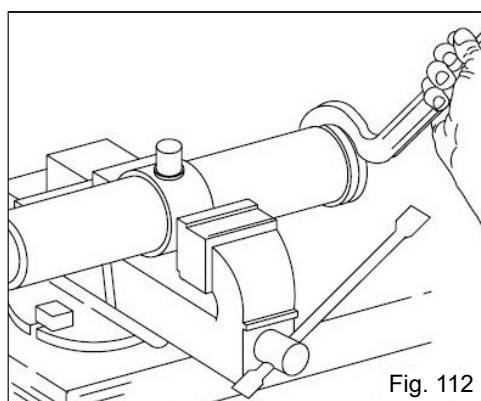

Fig. 112
- Fixe o cilindro em uma morsa (Fig. 112) e com uma chave especial, solte a porca do guia, retirando a haste com o êmbolo;